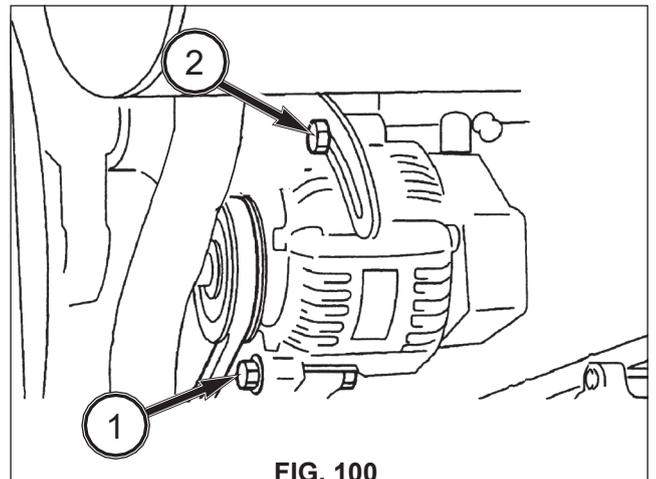

FIG. 100
FIG. 100: Para ajustar la tensión de la correa, afloje el perno pivote del alternador (1) y el perno del soporte de tensión (2). Tire de la parte superior del alternador hacia el exterior para tensar correctamente la correa y apriete primero el perno (2) y seguidamente el perno pivote (1).